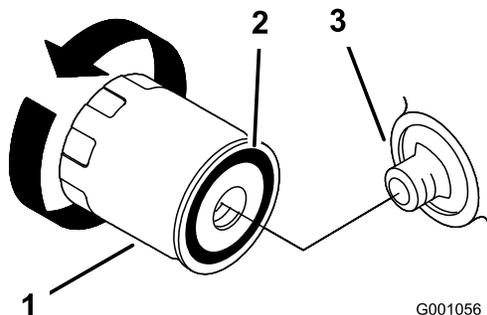

図 49
2. オイル・フィルタを外し、フィルタのアダプタ・ガスケットの表面をきれいに拭く(図 49)。
5. 新しいフィルタのガスケットにオイルを薄く塗る(図 49)。
6. アダプタにフィルタを取り付け、ガスケットがアダプタに当たるまでフィルタを右に回し、そこから更に 2/3～1 回転増し締めする(図 49)。